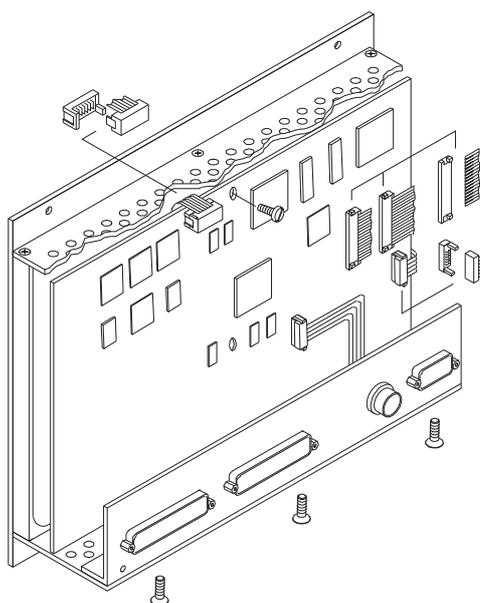

Bild D 8-22: Befestigen der Einheit aus Anschlussplatte und Hauptplatine
15. Positionieren Sie die Hauptplatine so, dass sie mit der oberen Schraube fixiert werden kann. Achten Sie darauf die Flachbandkabel nicht zu beschädigen. Setzen Sie die Schrauben auf der Hauptplatine wieder ein. Befestigen Sie das Anschlusspanel von unten mit drei Schrauben (Bild D 8-22).